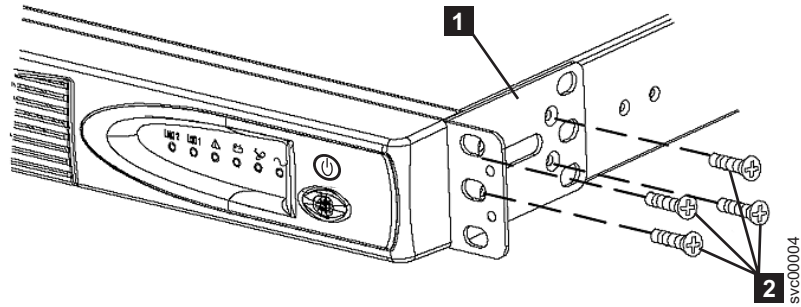

図 195. 2145 UPS-1U 用サポート・レールのラックへの取り付け
2. 取り付けブラケットごとに 4 つの M3 × 6 ねじ **2** を使用して、取り付けブラケット **1** の長い側を 2145 UPS-1U の各側に取り付けます。527 ページの図 195 を参照してください。